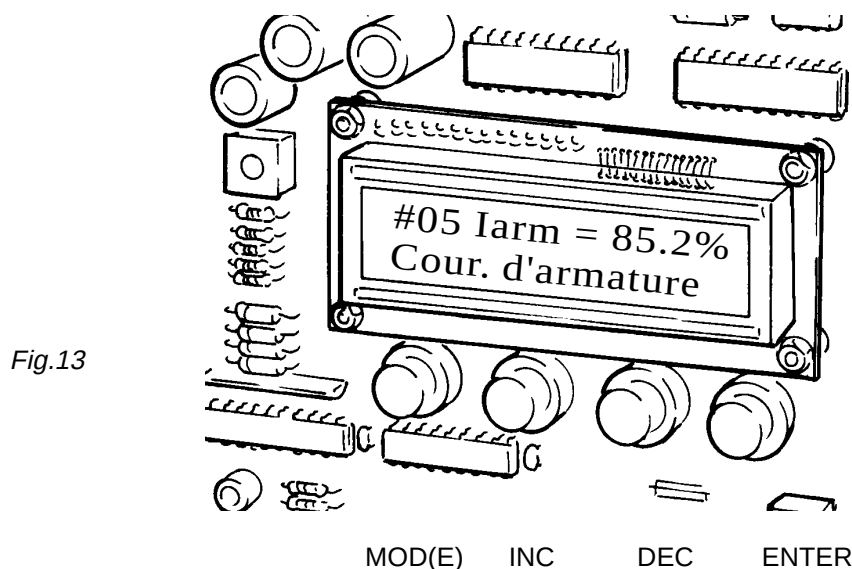

Fig.13
Commande de rétablissement de l'état du Convertisseur OK après l'activation de l'alarme. Signal actif si court-circuité à 0V. Avec le convertisseur arrêté pour l'activation de l'alarme, la pression SIMULTANEE des deux touches INC et DEC du clavier (voir fig.13) a le même effet que la fermeture du contact de RESET.
Le convertisseur est doté d'un afficheur à cristaux liquides à 2 lignes x 16 caractères et de 4 touches pour l'introduction ou l'affichage des paramètres du système et pour l'indication en entier des messages d'alarme. Les 3 premiers caractères en haut à gauche indiquent le paramètre ou le code d'alarme (voir fig.13). Les paramètres sont numérotés progressivement de #00 à #90 (**#89 jusqu'à la var. C1.09 et #87 jusqu'à la var. C1.07**); leur liste (avec leurs significations) est mentionnée ci-dessous. Notamment:
- FONCTION RESET: avec le convertisseur arrêté pour l'activation d'une alarme, la pression SIMULTANEE des deux boutons INC et DEC du clavier (voir fig.13) a le même effet que la fermeture du contact de RESET à la borne K1/27.